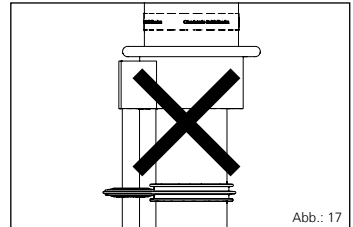

Abb.: 17
- Der Wassersperrflansch vom Erdspieß darf sich aus Platzgründen **nicht** auf gleicher Höhe befinden wie die Dreistegdichtung des Mantelrohres (siehe Abb.: 17 und Abb.: 18).